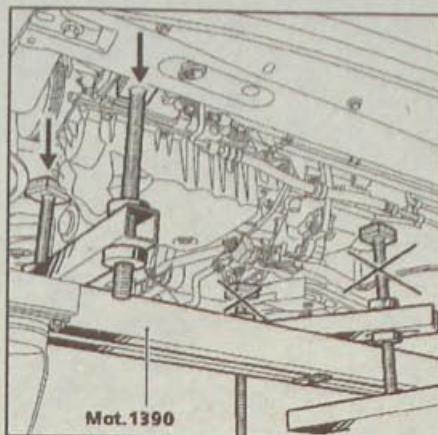

Рис. 4.4. Установка правых башмаков универсальной опоры Mot. 1390 под силовой агрегат
• Установите универсальную опору Mot. 1390 под силовой агрегат, подводя под двигатель только ее правые башмаки, при этом оба левых неиспользуемых башмака опустите как можно ниже (рис. 4.4).